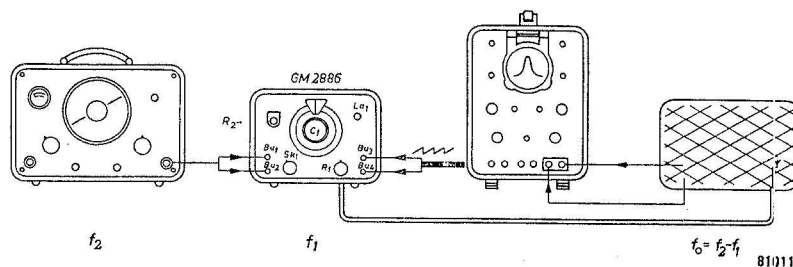

Fig. 4
### Hulpapparaten (zie fig. 4)
**INSCHAKELEN** (zie fig. 4)
Met knop  $R_1$  van de frequentiemodulator (zie fig. 4) kan de frequentiezwaai worden gevarieerd. Hiermede wordt dus de breedte van de afstemkromme op het scherm geregeld.